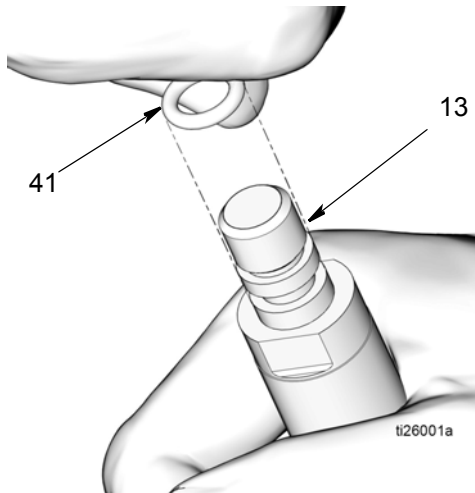

FIG. 21
- c. Retirer le joint torique (41) de la tige de piston (13) (FIG. 21).